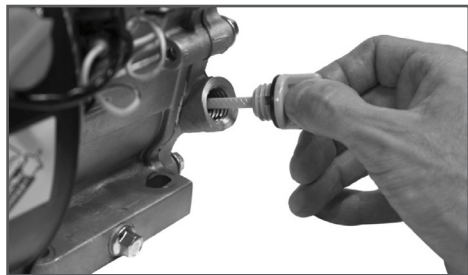

Рис. 3 Проверка уровня масла
1. Открутите крышку-щуп маслосазливной горловины (Рис. 3).